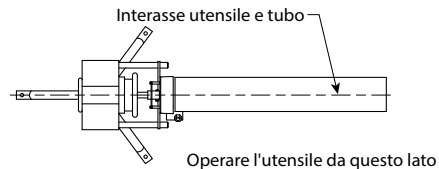

FIGURA 2 - ANGOLO DI FILETTATURA
c. Posizionare la linea centrale del supporto del tubo lungo la linea centrale della macchina. Vedere la Figura 2 in alto.